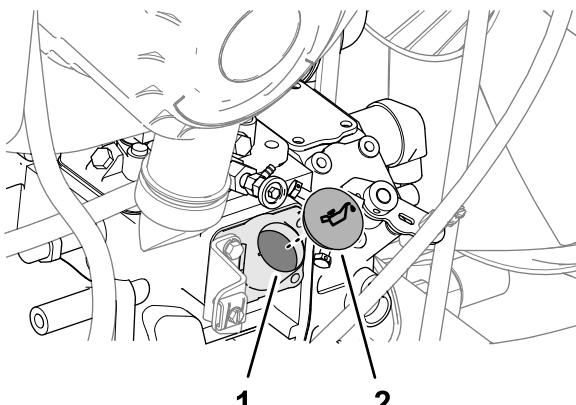

Figura 79
- Si el nivel de aceite es bajo, retire el tapón de llenado de aceite (Figura 79), en el lado derecho del motor, y añada poco a poco pequeñas cantidades de aceite, comprobando el nivel frecuentemente, hasta que el nivel llegue a la marca Lleno de la varilla.